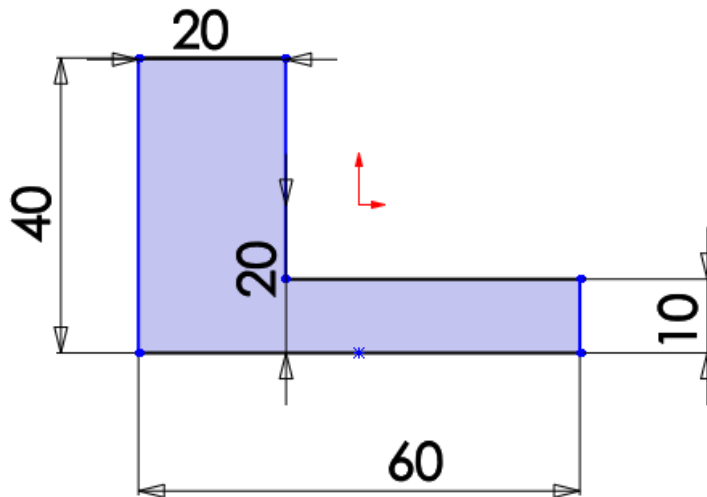

Ilustración 39
Paso 2: En la pestaña **Croquis** se utilizan las herramientas necesarias para la construcción del perfil, se utiliza la herramienta **Cota inteligente**  para cambiar las dimensiones de la pieza según la figura lo indica, en este caso se utiliza la herramienta **Línea** (ver ilustración 39).